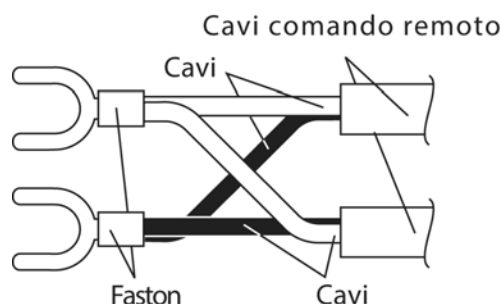

Fig.6
- Congiungere i capi dei cavi al cablaggio del primo comando remoto all'interno dell'apparecchio. Non è essenziale rispettare alcuna polarità (Fig.6).